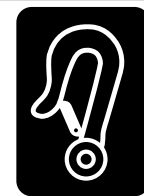

Fig. 7.3
2. Les points d'arrimage (2 à l'avant, 2 à l'arrière) sont indiqués par le symbole d'arrimage (Fig. 7.3). Montez d'abord les sangles avant, puis les sangles arrière. Tendez les sangles pour fixer le fauteuil roulant. Le fauteuil roulant ne doit pas être fixé sur des accessoires (accoudoirs, supports antibasculement, etc.).